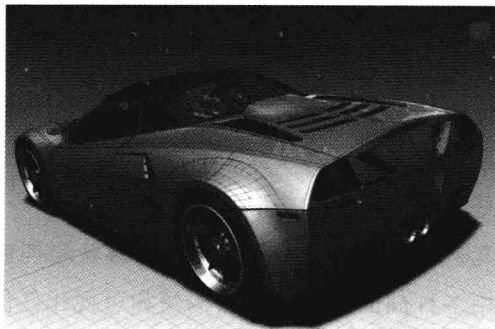

图 1-12 直观的曲面控制
**直观的曲面控制**——完全掌控曲面，创建最优质的几何图形。选择单跨 Bezier 几何图形或多跨 NURBS 几何图形，然后定义跨距的数量和曲线与曲面的跨度，如图 1-12 所示。